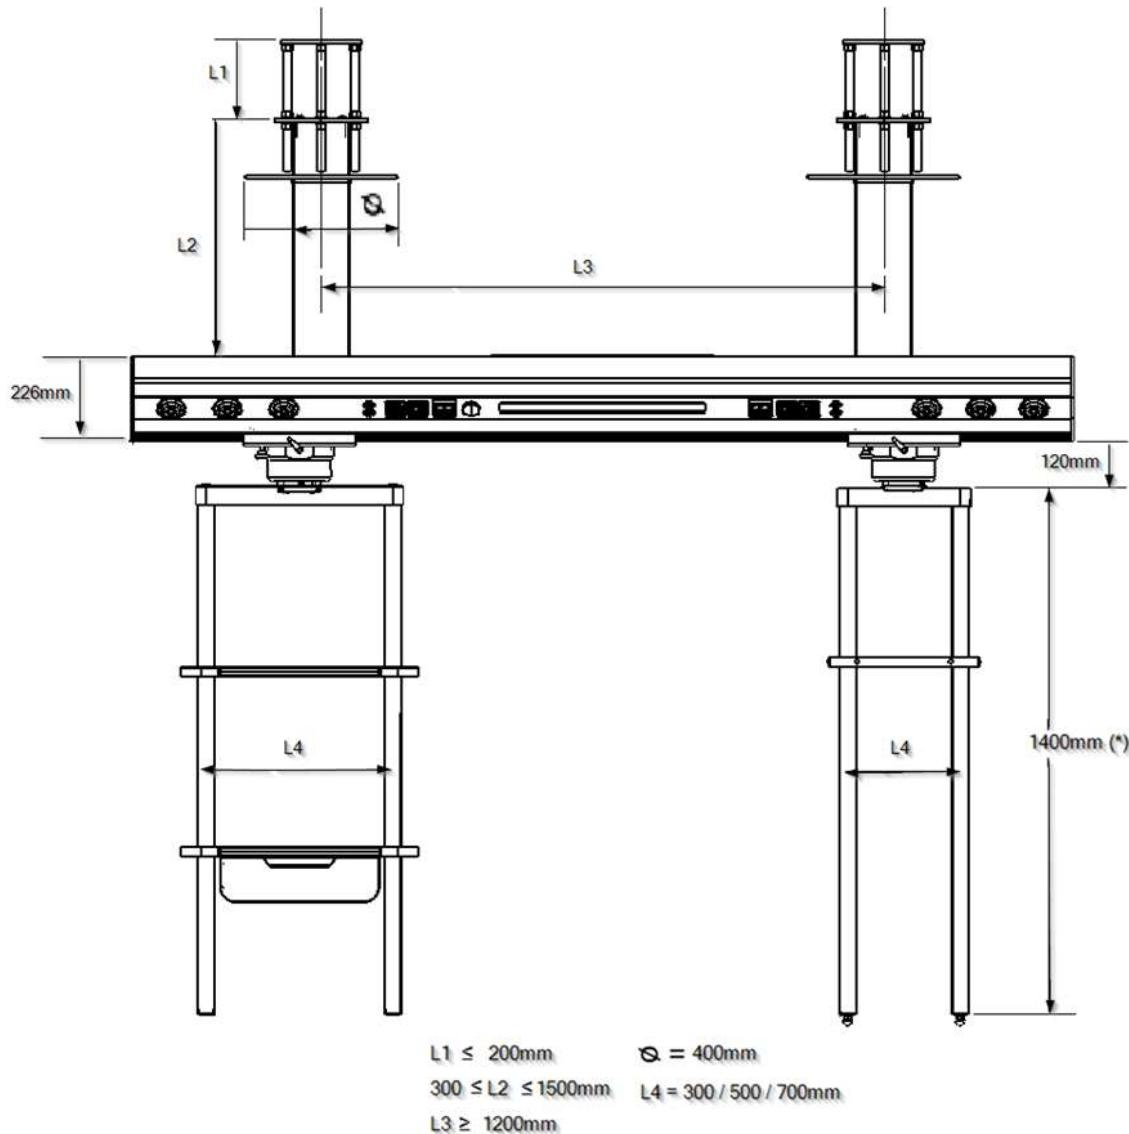

Abb. 8 Schema eines ATLAS-Hängesystems mit verschiedenen Elementen
- Um die Bremskraft auf die Drehachse zu erhöhen, drehen Sie den Drehbremshebel im Uhrzeigersinn, wie in Abbildung 8 dargestellt.
- Um die Bremskraft auf die Drehachse zu verringern, drehen Sie den Drehbremshebel entgegen dem Uhrzeigersinn, also umgekehrt zu Abbildung 8.
- Um die Bremskraft auf die Translationsachse zu erhöhen, drehen Sie den Drehbremshebel im Uhrzeigersinn, wie in Abbildung 8 dargestellt.
- Um die Bremskraft auf die Verschiebeachse zu verringern, drehen Sie den Drehbremshebel entgegen dem Uhrzeigersinn, also umgekehrt zu der in Abbildung 8 gezeigten Richtung.